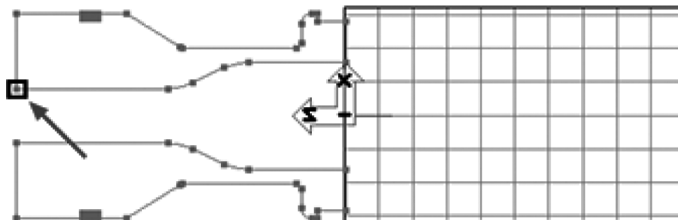

图 4-16 选取点
10) 获取选择点的 Z 值 ($\text{Alt} + \text{左键单击}$)，如图 4-16 所示。